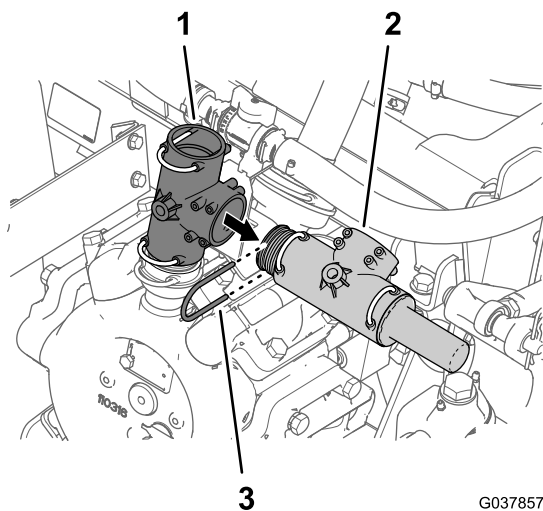

図 66
3. 圧力解放バルブのT字フィッティングをスプレーヤポンプ上部のT字フィッティングに固定しているリテーナを取り外す 図 66。
4. 圧力解放バルブとT字フィッティングを、スプレーヤポンプ上部のT字フィッティングから取り外す 図 66。